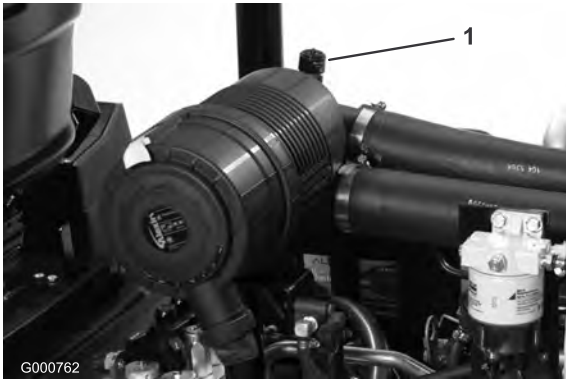

Figura 51
Faça a manutenção ao filtro de ar apenas quando o indicador de manutenção (Figura 51) o exigir. Mudar o filtro de ar antes de ser necessário apenas aumenta a possibilidade de entrar sujeira no motor quando se retira o filtro.
6. Reinicie o indicador (Figura 51) se este se apresentar vermelho.